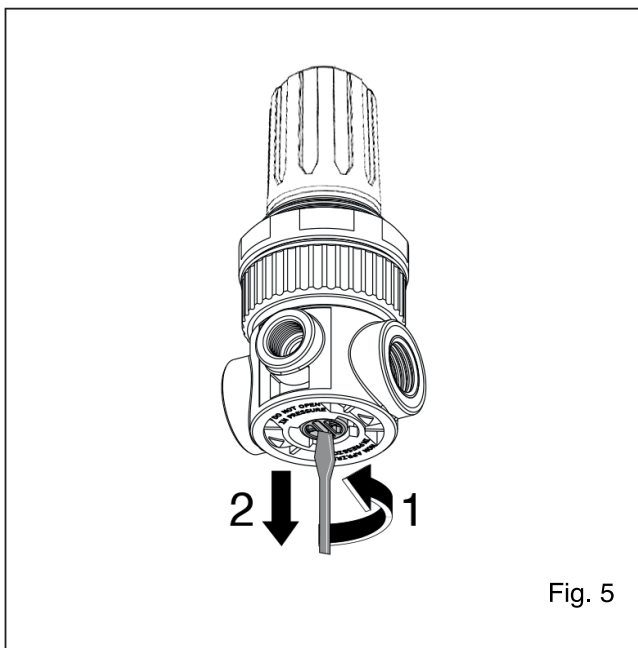

Fig. 5
- 2) Den Stopfen auf der Unterseite des Mikrodruckreglers um 90° gegen den Uhrzeigersinn losschrauben (Abb.5).
- 2) 将调节器底部的塞子逆时针方向旋转90度 (图5)
- 2) Отвинтите на 90°, против часовой стрелки, пробку, расположенную в нижней части микрорегулятора (рис. 5);